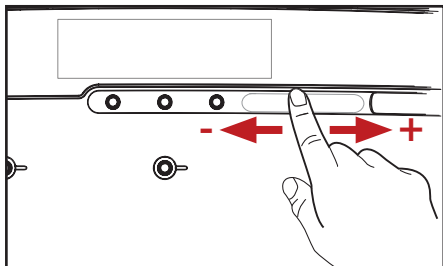

Рис. 4.6 — Кнопка с заданными параметрами "Крепость"
2. Пальцем двигайте бегунок до меню КРЕПОСТИ для выбора мощности напитка. (Рис. 4.6).